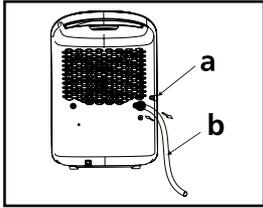

Fig. 5
1. Saque el tapón de goma de la parte trasera del aparato (fig. 5a) y guárdelo en un lugar seguro. (fig. 5).